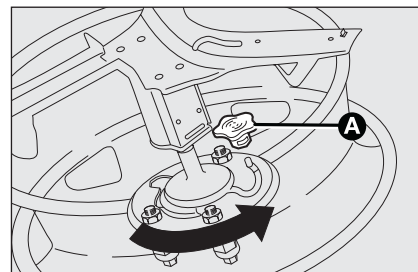

fig. 12
- ☐ Fije el soporte dentado en la rueda perforada mediante los 2 tornillos (introduzca el soporte desde fuera de la rueda). Vuelva a enganchar el cable metálico de retención en el hueco correspondiente y vuelva a introducir el capuchón de protección **A-fig. 12**;